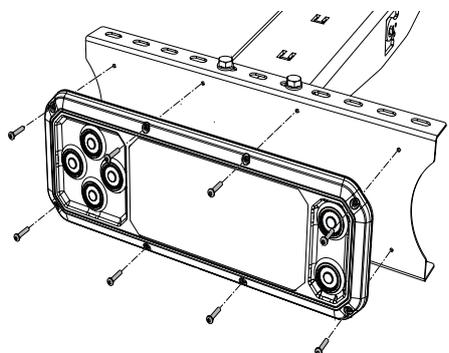

Abbildung 47. Montage der Schalttafel CD20
3. Montieren Sie den Bedienvorrichtung an der Befestigungsplatte, siehe Abbildung 47.